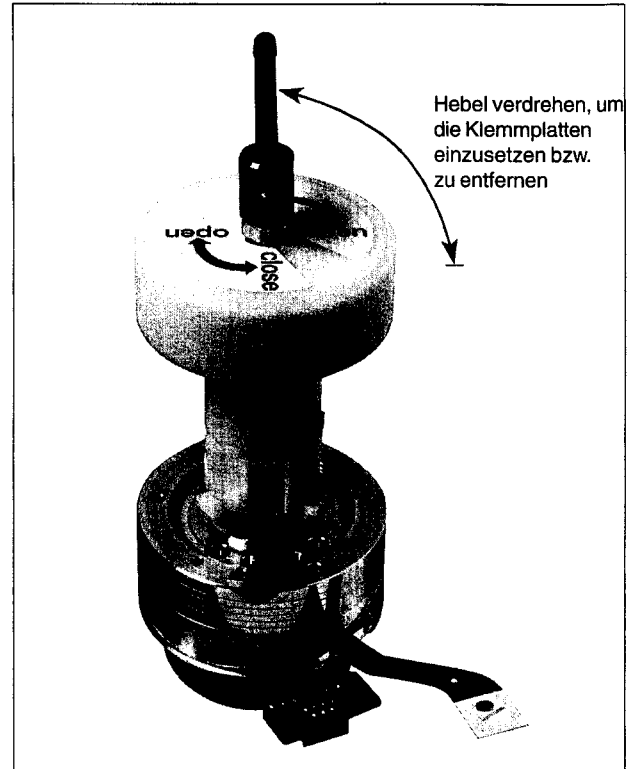

Abb. M4
- Hebel des Abziehwerkzeugs in Stellung „CLOSE“ bringen. Werkzeug auf das obere Klemmelement der Kopfscheibe aufsetzen, Hebel in Position „OPEN“ bringen und Klemmelement entfernen (Abb. M4).
- Das Abziehwerkzeug auf die Kopfscheibe plan aufsetzen und das Klemmelement durch Drehen des Hebels in Richtung "CLOSE" fixieren (siehe Abb. M4).